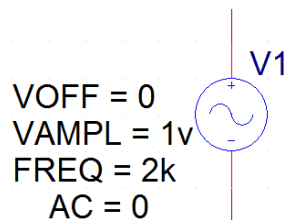

Рисунок 4.1 – Джерело напруги *VSIN* із налаштованими атрибутами
2. Подвійним натисканням на потрібний атрибут джерела напруги *VSIN* заповніть значення, як показано на рис. 4.1.